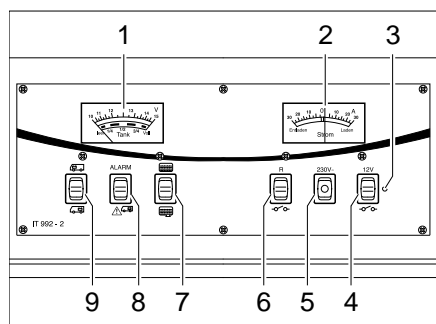

Bild 152 Panel IT 992
Beim Anzeigeeinstrument V/Tank (Bild 152,1) die obere Skala beachten. Das Anzeigeeinstrument wird automatisch beleuchtet, sobald ein Schalter gedrückt wird.
- Wippschalter (Bild 152,9) oben drücken "": Die Batteriespannung der Starterbatterie wird angezeigt.
- Wippschalter (Bild 152,9) unten drücken "": Die Batteriespannung der Wohnraumbatterie wird angezeigt.
Beim Anzeigeelement V/Tank (Bild 152,1) die untere Skala beachten. Das Anzeigeelement wird automatisch beleuchtet, sobald ein Schalter gedrückt wird.
- Wippschalter (Bild 152,7) oben drücken : Die Wassermenge wird angezeigt.
- Wippschalter (Bild 152,7) unten drücken : Die Abwassermenge wird angezeigt.
Die rote Warnleuchte ALARM (Bild 152,8) blinkt, sobald die Spannung der Wohnraumbatterie 11 V (Messung im laufenden Betrieb) unterschreitet und damit Tiefentladung droht.
Am Anzeigeelement Strom (Bild 152,2) wird ständig der aktuell fließende Batteriestrom angezeigt. Das Anzeigeelement wird automatisch beleuchtet, sobald ein Schalter gedrückt wird.
Der 12-V-Hauptschalter (Bild 152,4) schaltet das Panel und die 12-V-Versorgung des Wohnraums ein und aus.
Einschalten: ■ Wippschalter (Bild 152,4) oben drücken "  ": Die 12-V-Versorgung des Wohnraums ist eingeschaltet. Die Kontroll-Leuchte (Bild 152,3) leuchtet grün.
Ausschalten: ■ Wippschalter (Bild 152,4) unten drücken "  ": Die 12-V-Versorgung des Wohnraums ist ausgeschaltet. Die Kontroll-Leuchte (Bild 152,3) erlischt.
Die 12-V-Kontroll-Leuchte (Bild 152,3) leuchtet, wenn der 12-V-Hauptschalter (Bild 152,4) eingeschaltet ist.
Die gelbe 230-V-Kontroll-Leuchte (Bild 152,5) leuchtet, wenn am Eingang des Elektroblocs Netzspannung vorhanden ist.
- Einschalten:* ■ Wippschalter (Bild 152,6) oben drücken: Die Umwälzpumpe ist eingeschaltet.
- Ausschalten:* ■ Wippschalter (Bild 152,6) unten drücken "  ": Die Umwälzpumpe ist ausgeschaltet.